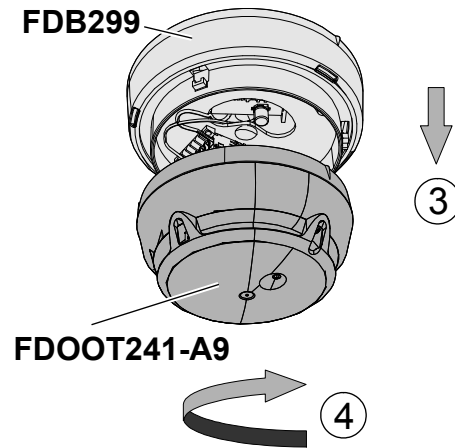

Fig.2
- Screw the base adapter onto the new detector (Fig. 2) until it snaps into place.
- Drehen Sie den Sockeladapter auf den neuen Melder (Fig.2) bis zur Einrastung.
- Vissez l'adaptateur d'embase sur le nouveau détecteur (Fig. 2) jusqu'à ce qu'il s'enclenche.
- Enrosque el zócalo adaptador en el detector nuevo (Fig. 2) hasta que encaje.
- Avvitare l'adattatore per base sul nuovo rivelatore (Fig.2) fino all'incastro.